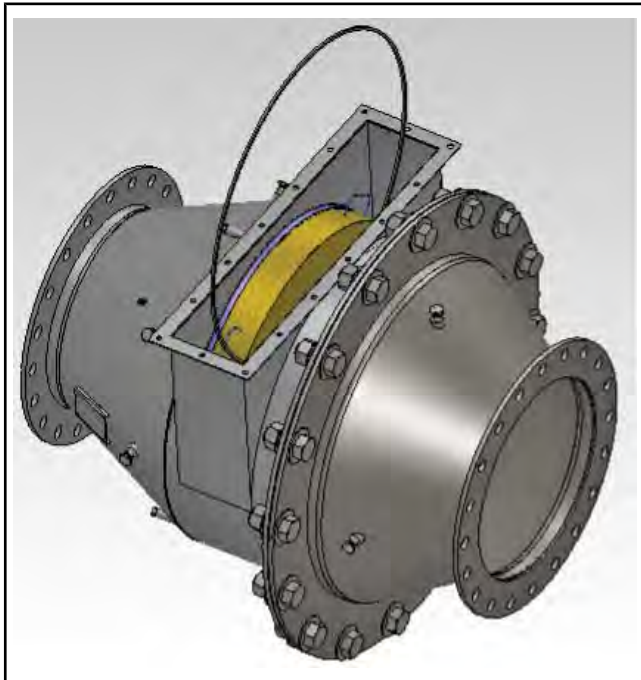

Рисунок 15.10-11: Установка распорного кольца
- Установите распорное кольцо (см. Рисунок 15.10-11).